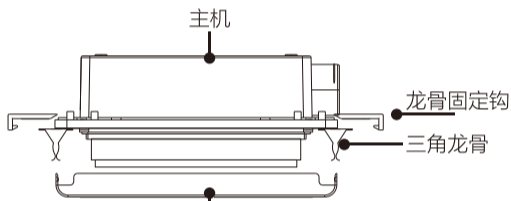

图4
- 4 将主机倒扣在龙骨上，使卡扣紧锁龙骨。托住面板，接好 LED 灯电线及显示板电线，然后将面板扣入龙骨。（如图 4）